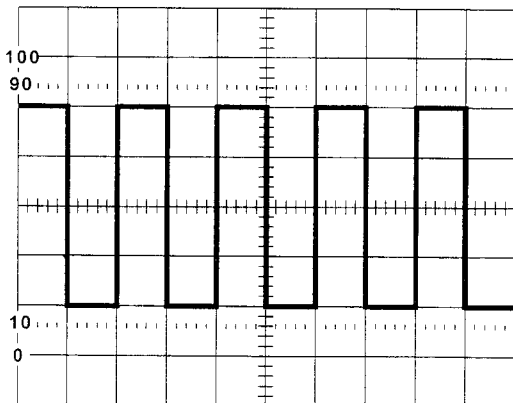

Abbildung 7.2-1
- 6.) Bringen Sie AC-GND-DC Schalter in Stellung AC. Am Schirm sollte ein Bild wie in **Abbildung 7.2-1** gezeigt, erscheinen.
Stellen Sie auf dem Oszilloskop den Zustand wie in **Abbildung 7.2-1** gezeigt her. Bringen Sie nun den VERT.MODE Schalter in Stellung ADD. Beide Kurven werden nun addiert in einem Kurvenzug dargestellt. Da zwei gleiche Signale addiert werden, verdoppelt sich die Amplitude.